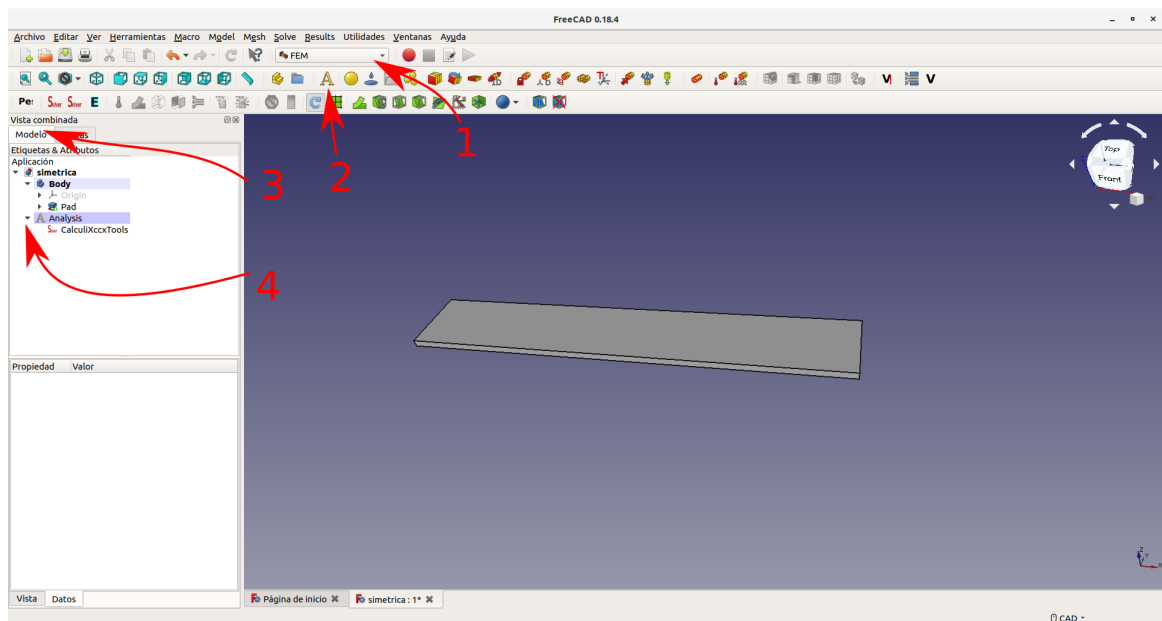

Figura 2.2.1: Cambio a modo FEM y contenedor
Siguiendo lo indicado en la figura 2.2.1 se cambia a modo FEM (1), a continuación se añade un contenedor de análisis para Calculix (2), se pone el programa en vista de modelo (3) y se asegura que el contenedor de análisis tiene el apartado CalculiXcxcTools (4).